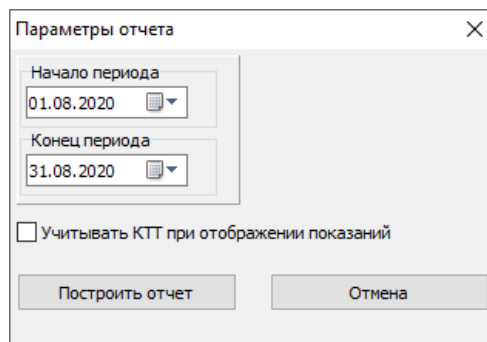

Рисунок 153 – Отчет за период по показаниям (с настройкой КТ) –
- **Отчет за период по показаниям (с настройкой КТ)** – предназначен для вывода показаний на начало и конец отчетного периода, с указанием наименования абонента, лицевого счета, номера и типа ПУ, расхода электроэнергии. Данные можно сформировать как с учетом КТТ при отображении показаний, так и без него (см. рисунок 153).